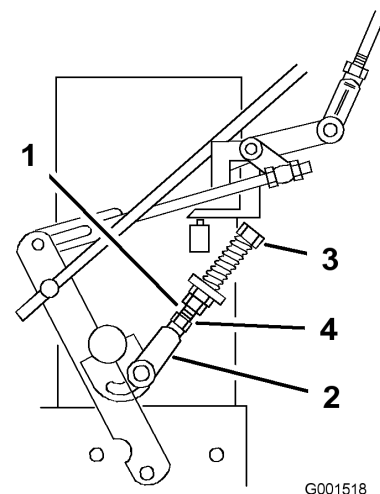

Figura 35
9. Si la rueda gira con la palanca de avance en punto muerto, los acoplamientos del control de punto muerto deben ser ajustados (Figura 35). Si la rueda se detiene, vaya al paso 12.
10. Afloje la tuerca de la horquilla del acoplamiento del control de punto muerto (Figura 35).
de girar con la palanca sujeta contra el muelle de punto muerto (posición de punto muerto) (Figura 35).
12. Gire el perno de ajuste 1/4 de vuelta aproximadamente en el sentido de las agujas del reloj si la rueda gira hacia atrás, o 1/4 de vuelta aproximadamente en el sentido contrario a las agujas del reloj si la rueda gira hacia adelante (Figura 35).